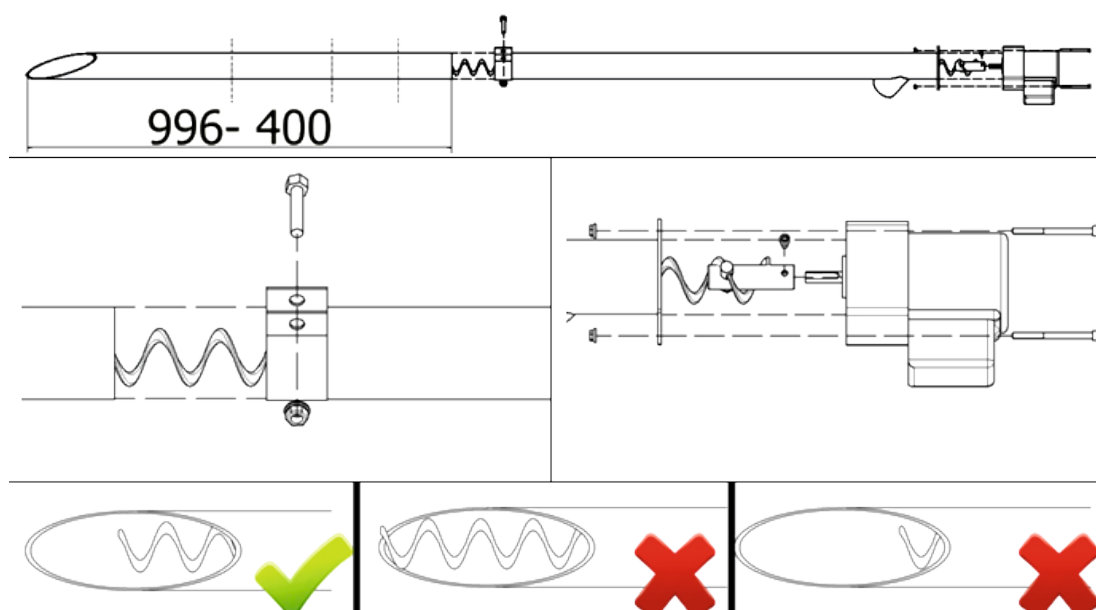

Рисунок 8. Схема установки винтового подающего устройства в штучере бункера
- Д) отмерить и отрегулировать длину подающего устройства пеллет, не забывая при этом, что угол между основанием и трубой подающего устройства не должен превышать 45° (см. рис. 8);
- Е) подвесить подающее устройство на цепочке. (см. рис. 8);
При монтаже винтового подающего устройства соединение его с бункером производить как показано на рис. 8.